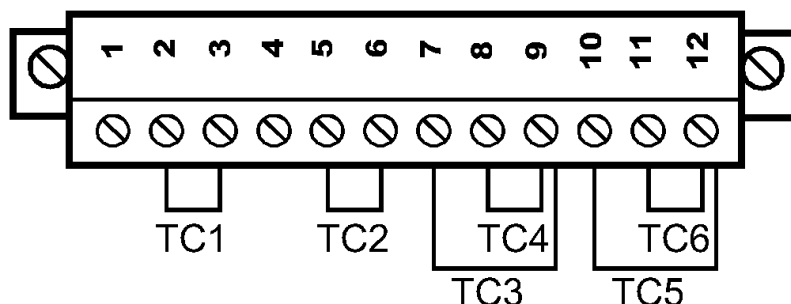

Рис. 3.2 Проверка дискретных входов контроллера МКСА-08М
3.3.11.2 Последовательно установите перемычки, начиная с TC1, в соответствии с рис. 3.2.